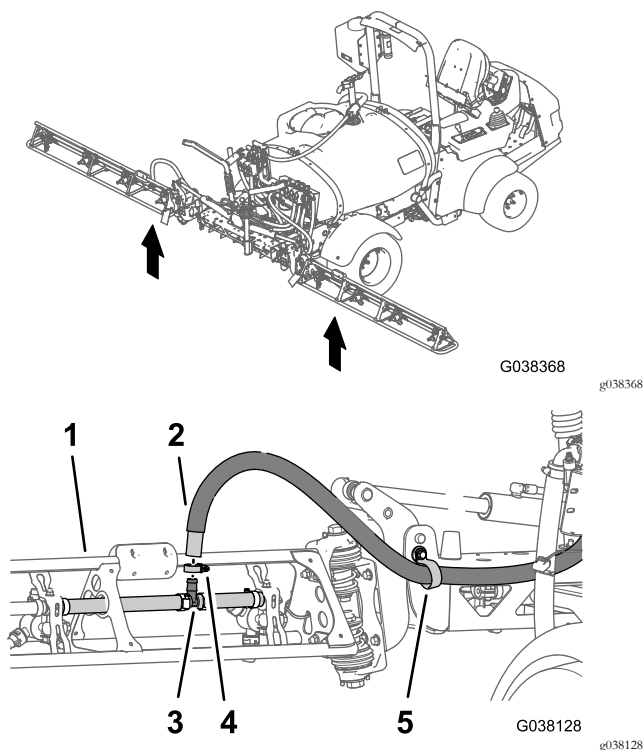

Figura 14
1. En la sección de brazo exterior, retire la abrazadera que sujeta la manguera de alimentación de la sección de brazo al acoplamiento en T dentado (Figura 14).
2. Retire la manguera del acoplamiento en T (Figura 14).
3. Retire el extremo libre de la manguera de la abrazadera en R (Figura 14).